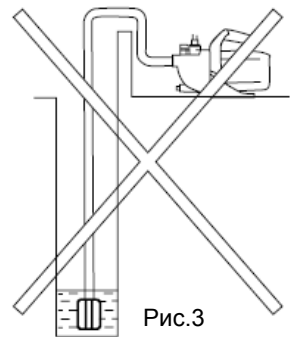

Рис.3
- Во избежание образования воздушных пробок всасывающая линия должна прокладываться с постоянным подъемом в направлении насоса (рис.3).